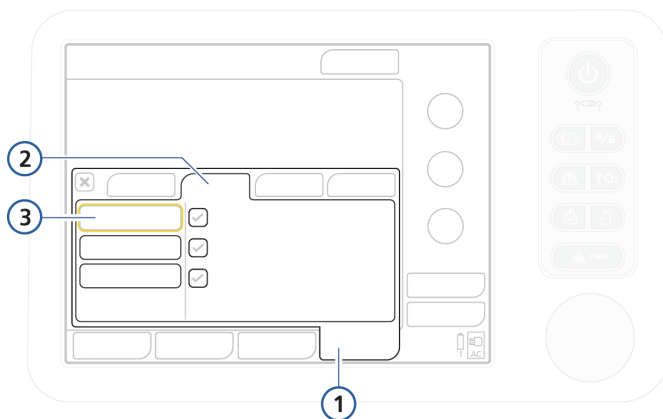

Рисунок 5-11. Окно «Тесты и калибр», тест на герметичность
2. В окне «Система» -> «Тесты и калибр» выберите «Герметич-ть». См. рис. 5-11.